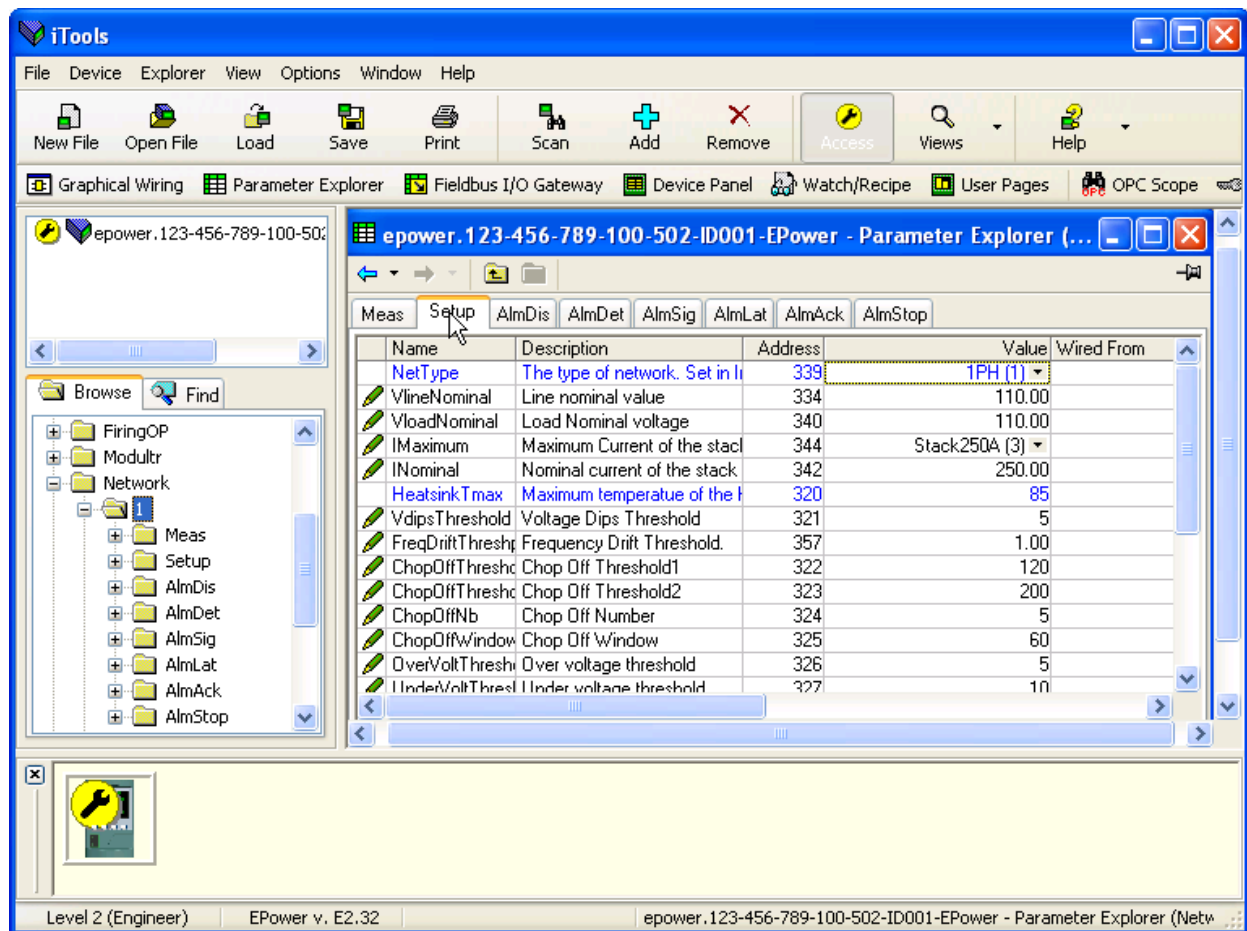
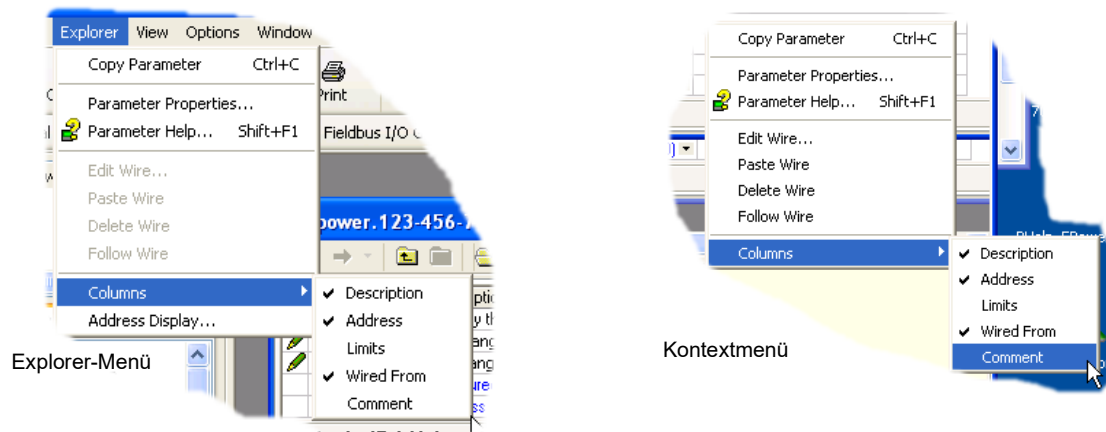

Abbildung 133 Beispiel einer Parametertabelle
Abbildung 134 Spalten einblenden/ausblenden
In jedem Fall erscheinen die Funktionsblock-Parameter im iTools-Fenster in Tabellenform, wie im Beispiel in Abbildung 133 unten dargestellt.
Die Abbildung zeigt das Standardlayout der Tabelle. Über die Option „Spalten“ im Explorer oder in den Kontextmenüs (Abbildung 134).
1. Parameter in Blau können nicht bearbeitet werden (schreibgeschützt). Im Beispiel oben sind alle Parameter schreibgeschützt. Schwarz dargestellte Parameter mit Bleistiftsymbol in der linken Tabellenspalte können Sie bearbeiten. Eine Reihe solcher Einträge sehen Sie in Abbildung 133 oben.
2. Spalten. Das Standardfenster des Explorers (Abbildung 133) enthält die Spalten „Name“, „Beschreibung“, „Adresse“, „Wert“ und „Verknüpfung von“. Wie Sie in Abbildung 134 sehen, können Sie die anzuzeigenden Spalten über das Menü „Explorer“ oder das Kontextmenü auswählen. Für das obige Beispiel wurden „Untere Grenze“ und „Obere Grenze“ gewählt.
3. Ausgeblendete Parameter. In der Voreinstellung blendet iTools Parameter aus, die im aktuellen Kontext nicht relevant sind. Solche ausgeblendeten Parameter können Sie in der Tabelle über „Einstellungen Parameterverfügbarkeit...“ (im Menü „Optionen“) einblenden (Abbildung 134). Derartige Einträge werden mit einem schattierten Hintergrund angezeigt.
Spalten Hier können Sie eine Reihe von Spalten der Parametertabelle aktivieren/deaktivieren (Abbildung 134).